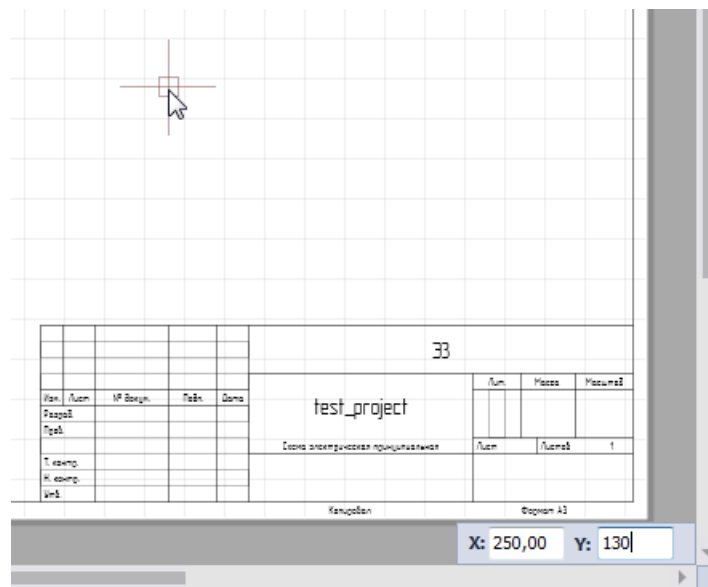

Рис. 272 Поля для ввода координат
2. В поля «X» и «Y» введите требуемые координаты. После ввода координат курсор мыши автоматически переместится в заданную позицию, Рис. 272.